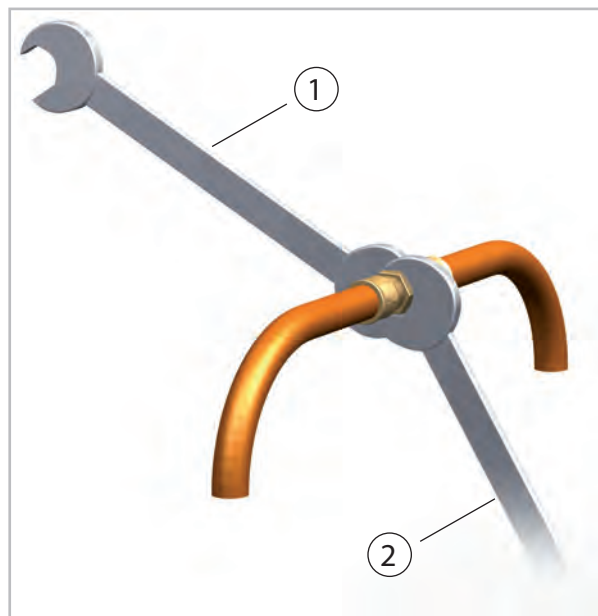

Abb. 36: Verschraubungen anziehen
11. Befestigen Sie nun endgültig die Verschraubungen mit 2 Maulschlüsseln geeigneter Schlüsselweite. Halten Sie während des Schraubens auf jeden Fall mit einem Maulschlüssel gegen (Abb. 36).